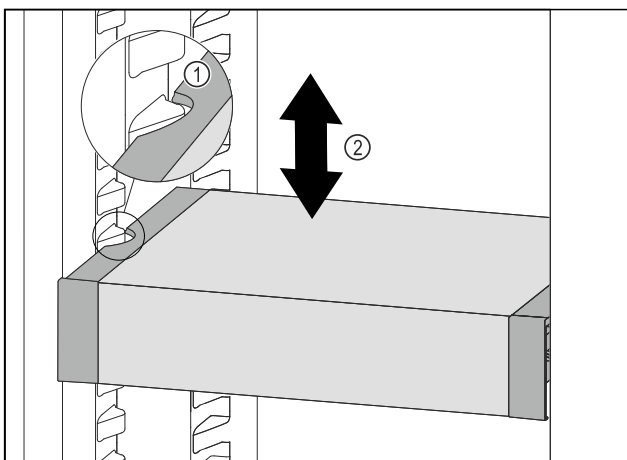

Fig. 95
- ▶ VarioSafe nach vorne ziehen, bis sich die seitlichen Aussparungen des VarioSafes auf Höhe der Behälterrippe im Kühlteil befinden. Fig. 95 (1)
- ▶ VarioSafe im Kühlteil nach oben oder unten bewegen, bis gewünschte Höhe erreicht ist. Fig. 95 (2)